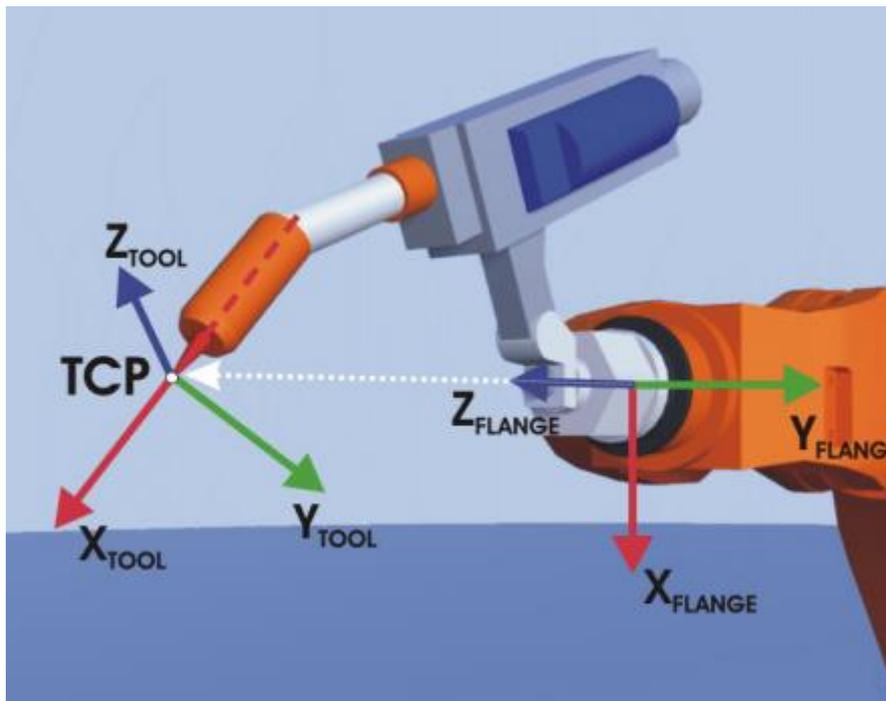

Рис. 1.3 Результат калибровки инструмента
Калибровка инструмента означает, что создаётся система координат, начало которой находится в точке *TCP* (рис. 1.3). При калибровке сохраняются координаты точки *TCP* в системе координат фланца, а также поворот осей *X*, *Y*, *Z* относительно друг друга (параметры *A*, *B*, *C*).
**Второй шаг** калибровки позволяет сориентировать оси системы координат инструмента, как показано на рис. 1.3. Главным условием калибровки инструмента в виде сварочной горелки, чтобы ось  $X_{TOOL}$  была бы направлена по линии «удара» (совпадала с направлением выхода сварочной проволоки). Направление других осей для данного вида инструмента безразлично. С учётом этого условия во вкладке «Управление инструментами и базами», выбрав калибруемый инструмент, касаемся клавиши «Калибровка» и выбираем метод «АВС, унив.». В выпавшей вкладке выбираем способ 5D и используем то положение инструмента, как показано для точки 4 на рис. 1.7. Последовательным нажатием клавиш «Корректировка» и «Сохранить» записываем результат второго шага калибровки.